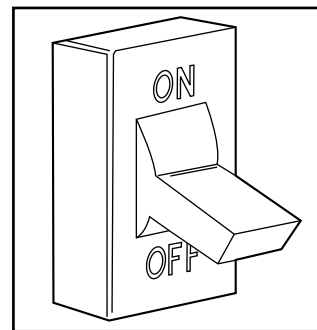

Figure 19 – Coupez l'alimentation électrique
1. Coupez l'alimentation électrique à la chaudière. Consultez la figure 19.